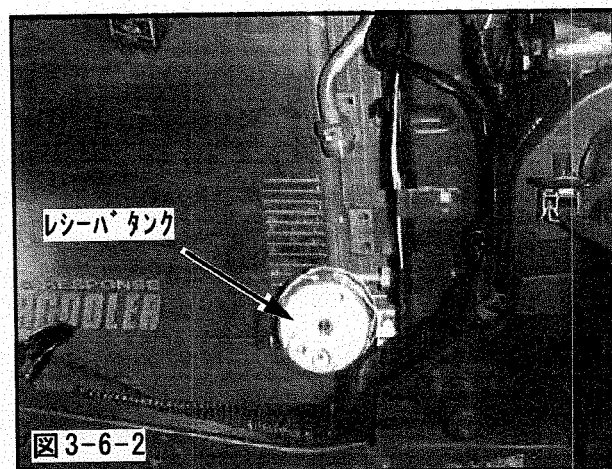

図3-6-2
- (2) レシーバタンクを取付けてください。(図3-6-2)
- (3) Oリング(小)をエアコンパイプNo.1に取付けてください。